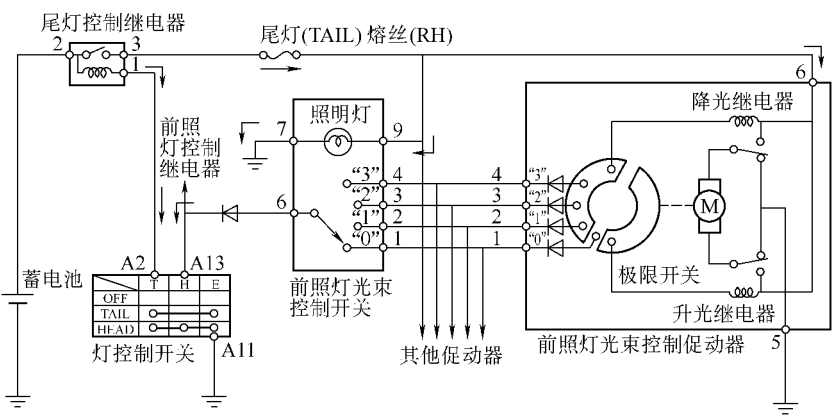

图 18-16 控制开关置于前照灯位置图
(3) 前照灯光束控制系统。前照灯光束控制促动器的端子 5 和搭铁之间始终导通，当灯控制开关被置于前照灯 (HEAD) 位置时，如图 18-16 所示，前照灯光束控制开关的端子 6 和搭铁之间通过灯控制开关的端子 A13 和 A11 而被导通。而且，尾灯控制继电器的端子 3 和搭铁之间通过灯控制开关的端子 A2 和 A11 也被导通，因此尾灯控制继电器被接通，而使电流从蓄电池流向促动器的端子 6，其作用原理是：